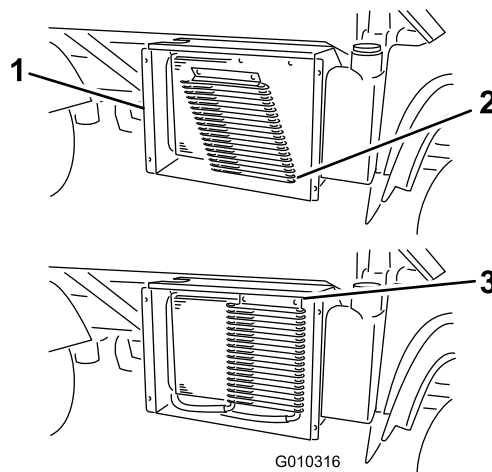

Figura 54
- Se presenti, ruotate i fermi e spostate il refrigeratore dell'olio dal radiatore (Figura 54).